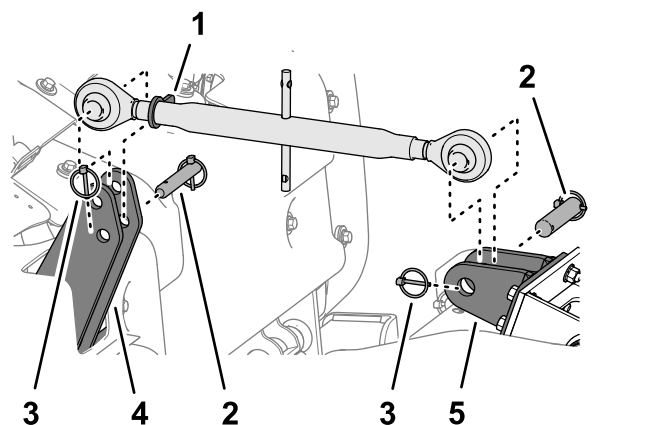

Figura 48
2. Allentate il dado di bloccaggio (**Figura 48**) e ruotate l'attacco di regolazione superiore per rilasciare la tensione tra la macchina e la motrice.
3. Rimuovete la coppiglia ad anello e il perno d'attacco che fissano l'attacco di regolazione superiore alle piastre di traino superiori della macchina (**Figura 48**).
4. Rimuovete la coppiglia ad anello e il perno d'attacco che fissano l'attacco di regolazione superiore alla staffa dell'attacco della motrice (**Figura 48**).